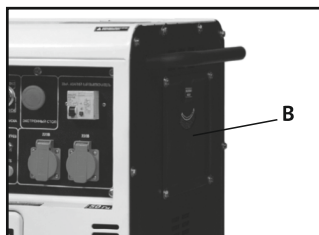

Рис. 7
- Отвинтить защитную крышку воздушного фильтра (для шумопоглощающего кожуха), рис.7,**B**.